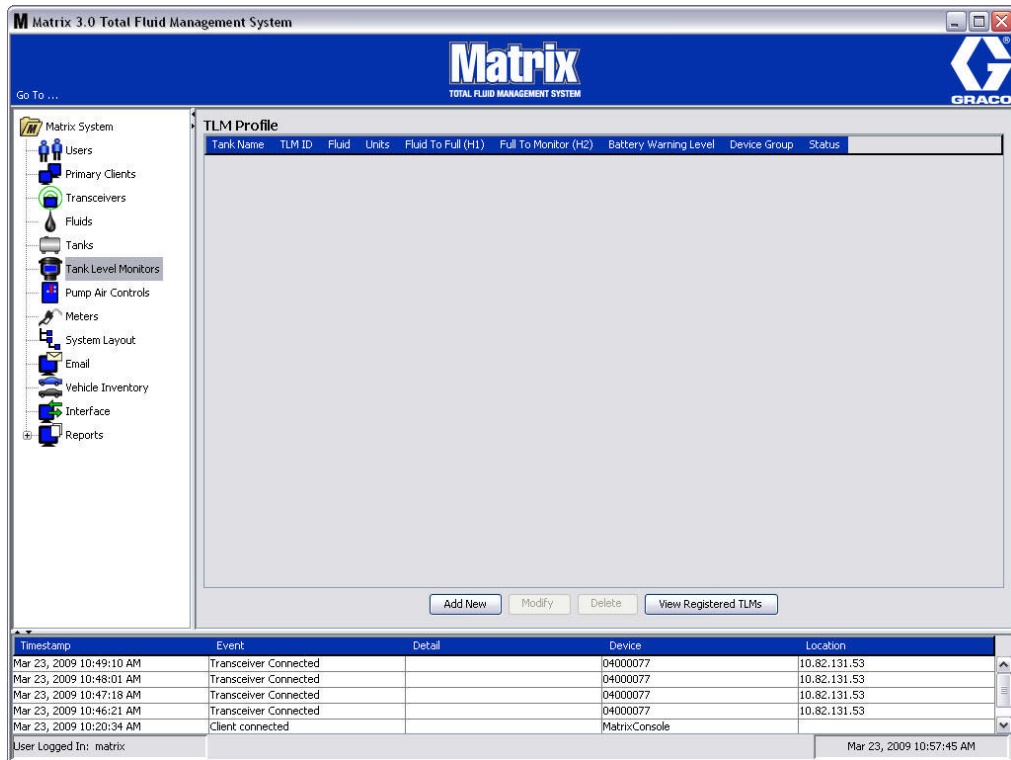

Рис. 107
Этот экран Рис. 107 на стр. 85 используется для добавления, изменения, удаления и создания профиля контрольно-измерительных приборов (КИП) уровня цистерны системы Matrix. Каждому контрольно-измерительному прибору (КИП) уровня цистерны присваивается уникальный идентификатор оборудования. По этому идентификатору одни КИП уровня цистерны отличаются от других.
2. Чтобы создать профиль и добавить новый контрольно-измерительный прибор уровня цистерны в систему Matrix, нажмите кнопку «Add New» [Добавить] (Рис. 107).